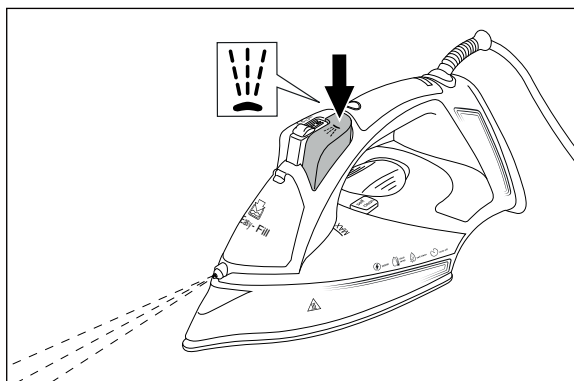

Fig. 8
- 3) Tryk på knappen til sprayfunktionen  5 (se fig. 8).